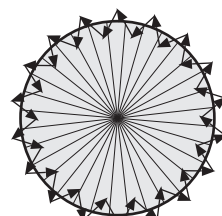

FIG. 18
- 4.4.1.4 Gå från utsidan genom avkänningsområdet tills röd eller grön lysdiode tänds under ca. 2 sek och sedan släcks. Nästa aktivering bör ske med 2 sekunders intervall (se fig. 18).
- 4.4.2.5 Gå från utsidan genom avkänningsområdet tills lasten slås på i ungefär 2 sek. och sedan slås av igen. Nästa aktivering bör ske med 2 sekunders intervall (se fig. 18).